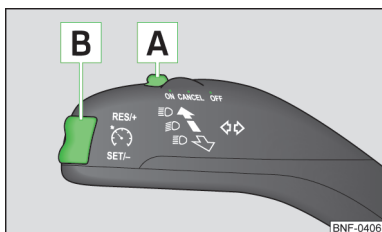

Fig. 80
- Apăsați comutatorul **A** » fig. 80 în poziția **ON**.
- Apăsați butonul basculant **B** » fig. 80 la pagina 83 în poziția **RES**.
- Viteza memorată se poate **reduce** prin apăsarea butonului basculant **B** » fig. 80 la pagina 83 în poziția **SET**.
Sistemul de control automat al vitezei de deplasare se **dezactivează temporar** prin apăsarea comutatorului **A** » fig. 80 la pagina 83 în poziția **CANCEL** (anulare), respectiv dacă se apasă și pedala de frână sau de ambreiaj.
- Apăsați comutatorul **A** » fig. 80 la pagina 83 » pagina 83 în poziția **OFF**.